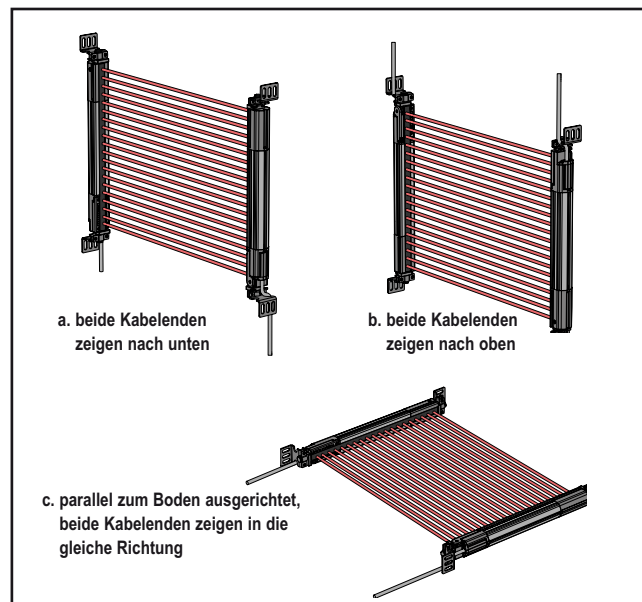
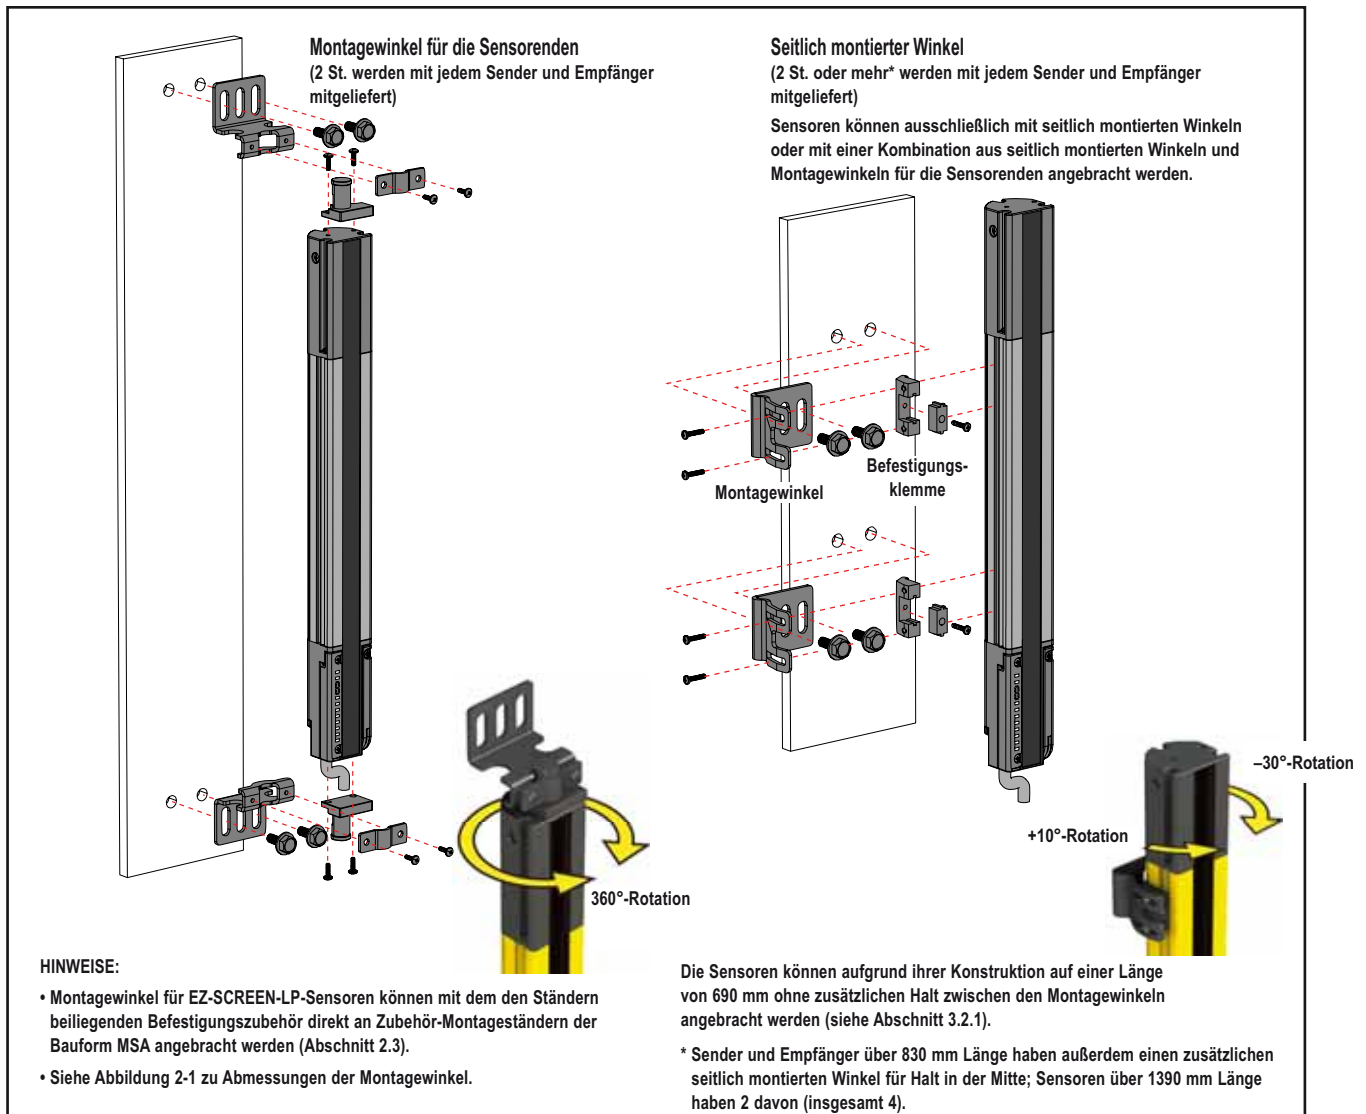

Abbildung 3-5. Beispiele für richtige Ausrichtung von Sender/Empfänger
Abbildung 3-10. Montagezubehör für Sender und Empfänger (siehe Anhang A für weitere Informationen)
Im Lieferumfang jedes Sensors sind zwei Montagewinkel für die Sensorenden und mindestens zwei seitlich montierte Winkel enthalten. Die Montagewinkel für die Sensorenden ermöglichen eine 360°-Rotation. Seitlich montierte Winkel lassen 30°-Rotation in einer Richtung und 10° in der anderen zu (siehe Abbildung 3-10). Seitlich montierte Winkel können an einer oder beiden Seiten des Gehäuses angebracht werden. Falls zusätzliche Rotation benötigt wird, siehe die Zubehör-Montagewinkel in Abschnitt 2.4.
Seitenwinkel für zentrierte Montage müssen an längeren Sensoren verwendet werden, wenn die Sensoren Stößen oder Schwingungen ausgesetzt sind. In solchen Situationen können die Sensoren aufgrund ihrer Konstruktion auf einer Länge von 690 mm ohne zusätzlichen Halt (zwischen den Montagewinkeln) angebracht werden. Sensoren ab 830 mm Länge werden mit einem oder mehreren zusätzlichen Seitenwinkeln für zentrierte Montage geliefert (siehe Abbildung 3-10).
1. Nehmen Sie von einem gemeinsamen Referenzpunkt ausgehend (unter Sicherstellung des in Abschnitt 3.1.1 berechneten Mindestsicherheitsabstands) Messungen vor, um Sender und Empfänger auf einer Ebene und in einer Linie einander direkt gegenüber zu positionieren. **Wichtig: Die Steckerenden beider Sensoren müssen in dieselbe Richtung zeigen** (siehe Abbildung 3-5 und den Warnhinweis in Abschnitt 3.1.4). Bringen Sie die Montagewinkel mit den mitgelieferten M5-Schrauben und Muttern oder mit vom Anwender bereitgestelltem Befestigungszubehör lose an der gewünschten Fläche an. Die Montagewinkel können wie gewünscht nach innen oder außen gerichtet werden (siehe Abbildung 2-6).
1. Nehmen Sie von einem gemeinsamen Referenzpunkt ausgehend (unter Sicherstellung des in Abschnitt 3.1.1 berechneten Mindestsicherheitsabstands) Messungen vor, um Sender und Empfänger auf einer Ebene und in einer Linie einander direkt gegenüber zu positionieren. **Wichtig: Die Steckerenden beider Sensoren müssen in dieselbe Richtung zeigen** (siehe Abbildung 3-5 und den Warnhinweis in Abschnitt 3.1.4). Bringen Sie die Montagewinkel von Sender und Empfänger mit den mitgelieferten M5-Schrauben und Muttern oder mit vom Anwender bereitgestelltem Befestigungszubehör an der gewünschten Fläche an; siehe Abbildung 3-10.